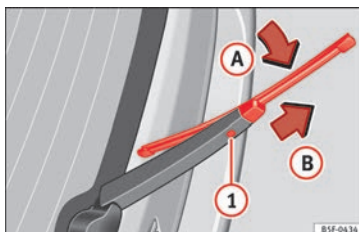

Fig. 63 Remplacement du balai de l'essuie-glace arrière.
- Soulevez le bras de l'essuie-glace et rabattez-le à un angle d'environ 60° » fig. 63.
- Maintenez enfoncée la touche de déverrouillage ①.
- Rabattez le balai dans le sens du bras d'essuie-glace » fig. 63 (flèche ①) en tirant dans le sens indiqué par la flèche ②. Vous devrez probablement utiliser la force.
- Insérez sur le bras de l'essuie-glace un balai neuf **de même longueur et de même type** dans le sens contraire de la flèche ② et encastréz-le. Pour cela, le balai doit être en position replié (flèche ③).